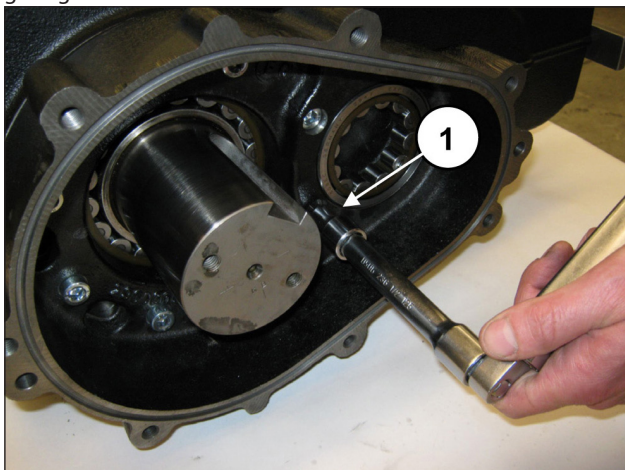

Abb. 64
Drehen Sie die 8 Schrauben M10x40 fest (Pos. ①, Abb. 64). Eichen Sie die Schrauben mit einem Drehmomentschlüssel, wie in Kapitel 3 EICHWERTE FÜR DEN SCHRAUBENANZUG gezeigt.